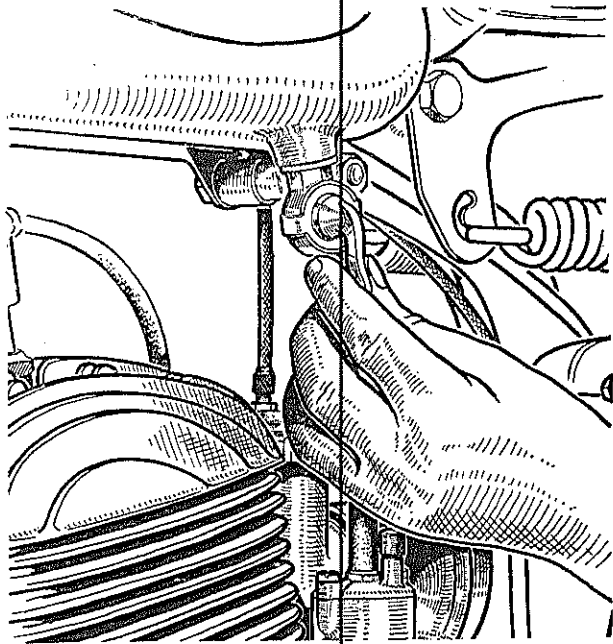

Fig. 7
- b) Het benzinekraantje openen. (Fig. 7.)